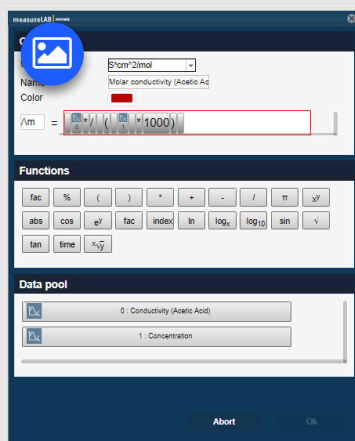

Рис. 5: Параметры изменения канала
- При исследовании в электролитах зависимости проводимости от концентрации обнаруживается, что проводимость в основном увеличивается с ростом концентрации, поскольку увеличивается число носителей заряда (ионов). График зависимости молярной проводимости от концентрации  можно рассчитать, задав параметры, приведенные на рис. 5 (для хлорида калия и уксусной кислоты, соответственно). В этой операции можно также вычесть проводимость дистиллированной воды.